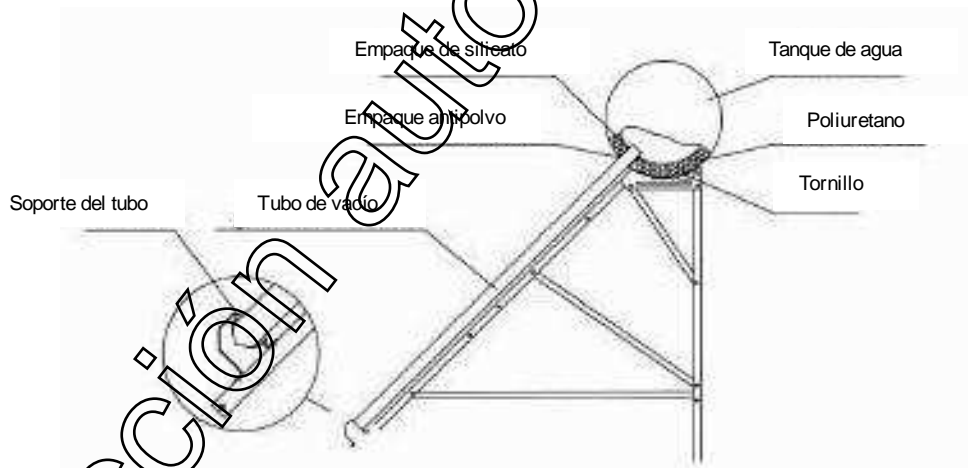

Figura 2
6. Instalar los tubos de vacío. Colocar el empaque circular anti-polvo alrededor del tubo de vacío a aproximadamente 10 cm del extremo abierto del mismo. Sumergir levemente este extremo del tubo de vacío en agua jabonosa e introducirlo con cuidado en un orificio libre del termotanque, con pequeños giros (siempre en el mismo sentido). Jalar y apoyar el tubo de vacío en el receptáculo que corresponda en la tira inferior de receptáculos. Después de instalar los tubos de vacío, colocar el empaque circular anti-polvo apretándolo contra la boca en el termotanque y finalmente verificar que todos los tornillos queden apretados adecuadamente (ver figura 2)